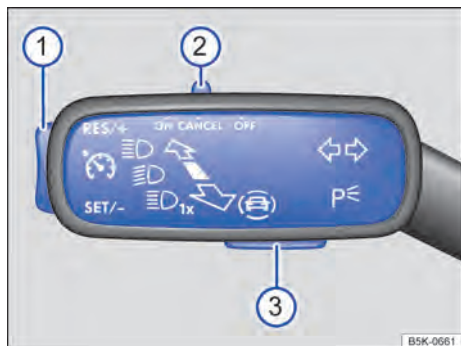

Fig. 148 En el lado izquierdo de la columna de dirección: mando y teclas para manejar el limitador de velocidad.
— Desplace el mando → fig. 148 ② a la posición **ON**.
— Durante la marcha, pulse la tecla → fig. 148 ① por la zona **SET/-**.
Se puede ajustar la velocidad guardada con la tecla → fig. 148 ①:
Mantenga presionada la tecla → fig. 148 ① para modificar ininterrumpidamente la velocidad guardada.
— Desplace el mando → fig. 148 ② a la posición **CANCEL**.
— Pulse la tecla → fig. 148 ① por la zona **RES/+**.
— Desplace el mando → fig. 148 ② a la posición **OFF**.
1. Pulse la tecla → fig. 148 ③.